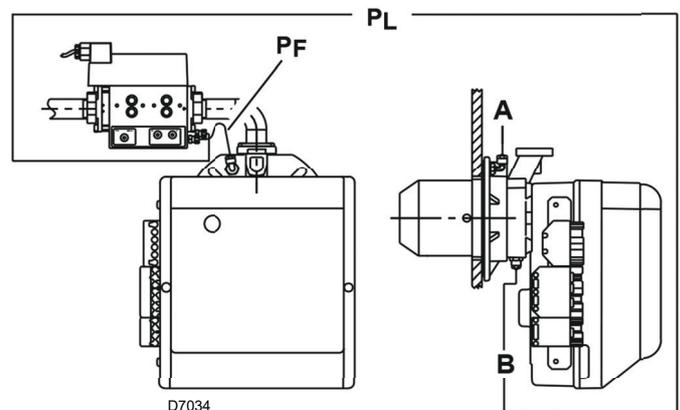

Abb. 15
- das Anschlussstück G1/8 (dem Brenner beige packt) an Punkt A)(Abb. 15) (Brennerflansch) befestigen.